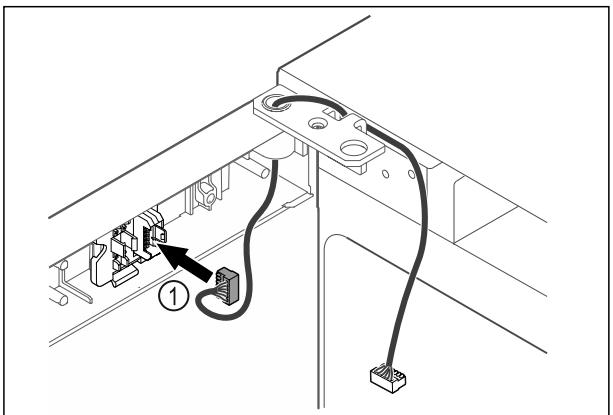

Fig. 44
- Utaknите utikač Fig. 44 (1) u držač utikača.